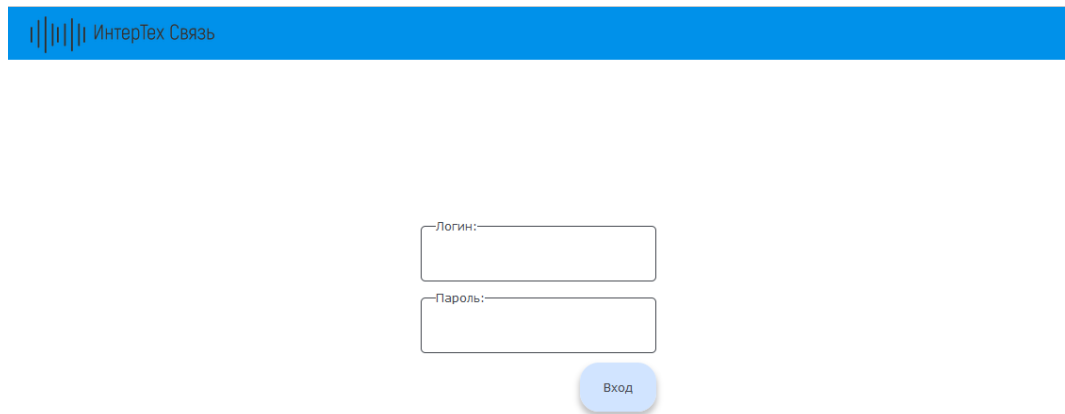

Рисунок 6 – Авторизация в веб-интерфейсе
- авторизоваться в веб-интерфейсе (рисунок 6): ввести логин *Admin* и пароль *Admin*.